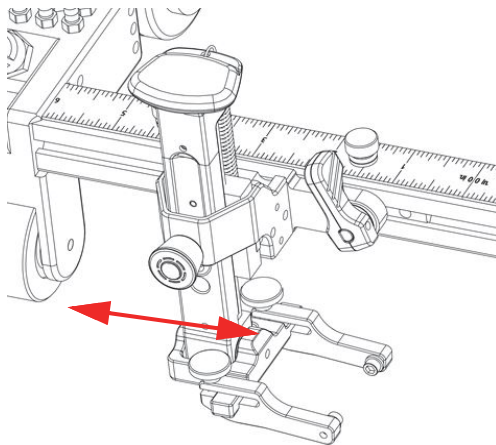

图 2-15 滑动探头托架
2. 将探头托架滑动到适当的位置（参见第51页的图 2-15）。